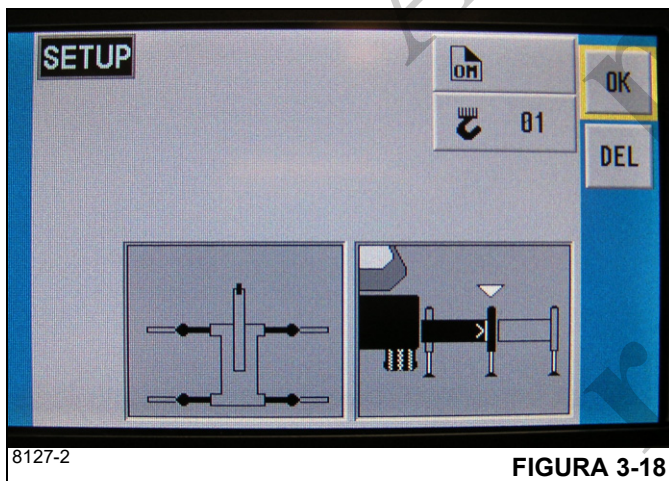

FIGURA 3-18
três estabilizadores estão totalmente estendidos e um está retraído, o RCL irá selecionar retraído como a configuração do estabilizador. A única coisa necessária é confirmar essa configuração de estabilizadores (Figura 3-18). Consulte o *Manual do operador do limitador de capacidade nominal* para obter instruções detalhadas.
**NOTA:** A Figura 3-18 ilustra os quatro estabilizadores na posição semiestendida como indicado pelo OMS e RCL.